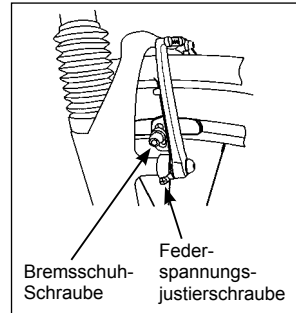

Abb. 2
1. Lösen Sie die Schrauben der Bremschuhe mit einem 5-mm-Innen-Sechskant-Schlüssel (Abb. 2)
1. Lösen Sie die Bremschuhsschraube mit einem 5-mm-Innen-Sechskant-Schlüssel (Abb. 2).
Sie stellen den Abstand der Bremschuhe ein, indem Sie an der Stellschraube (Abb. 2) drehen: